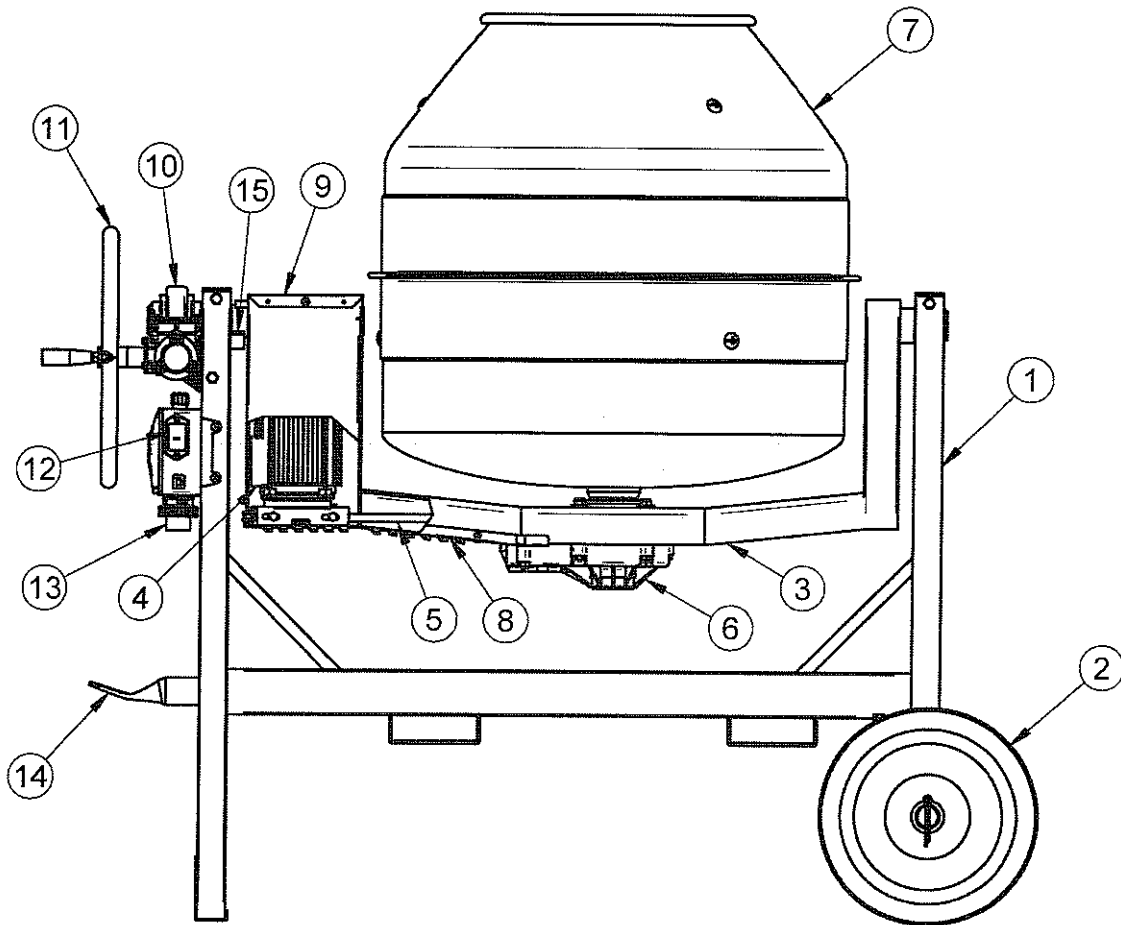

FIG.1
La hormigonera está compuesta por un bastidor (ref.1, fig.1) con dos ruedas rígidas (ref.2, fig.1), el cual sostiene un brazo oscilante (ref.3, fig.1).
Sobre éste último se encuentra montado el reductor (ref.6, fig.1), que viene puesto en movimiento por el motor eléctrico (ref.4, fig.1) mediante una correa poly-V (ref.5, fig.1).
Sobre el árbol de salida cónico del reductor está acoplada la cuba de mezcla (ref.7, fig.1), bloqueada en posición con un tornillo.
El vuelco del tambor se efectúa por medio de la rotación manual del volante (ref.11, fig.1), que actúa sobre el reductor rueda helicoidal-tornillo sinfin (ref.10, fig.1) conectado al brazo.
El encendido y la parada del motor eléctrico se realizan por medio de dos pulsadores específicos presentes en el cuadro eléctrico (ref.12, fig.1).
En el cuadro eléctrico se encuentra el enchufe (ref.13, fig.1) para la conexión a la alimentación eléctrica.
Para el desplazamiento en la obra (con máquina descargada) se debe usar la manija (ref.14, fig.1).
⚠ - *Para detener la hormigonera se ha de utilizar exclusivamente el interruptor específico (ref.12, fig.1).*
⚠ - *Si se quitan las cubiertas de protección para efectuar las reparaciones, al final del trabajo es imprescindible volver a montarlas (rif.8 y 9 fig.1)*
Para evitar que el cable de alimentación del motor eléctrico se retuerza y se dañe, está montado un tope (rif.15, fig.1) que impide la rotación completa del tambor mezclador.
En la hormigonera IMER los puntos peligrosos están protegidos con dispositivos de seguridad específicos, que deben mantenerse en condiciones perfectas y estar siempre montados; por ejemplo, la cubierta de la correa de transmisión (rif.8, fig.1).
⚠ - *El vuelco de la cuba de mezcla tiene un tope de parada (ref.15, fig.1) para impedir la rotación completa y, por lo tanto, evitar que se dañe el cable eléctrico de conexión al motor. No acercar partes del cuerpo a dicha zona durante la inclinación.*